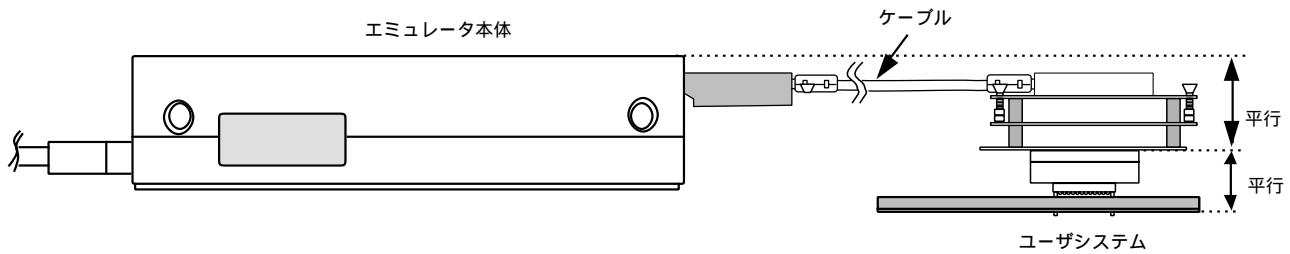

図 13 設置例
5. ユーザシステムに接続した状態では、ユーザシステムインターフェースケーブル、特にケーブル先端部に無理な力が加わらないように注意する必要があります。図13の設置例を参照してご使用ください。